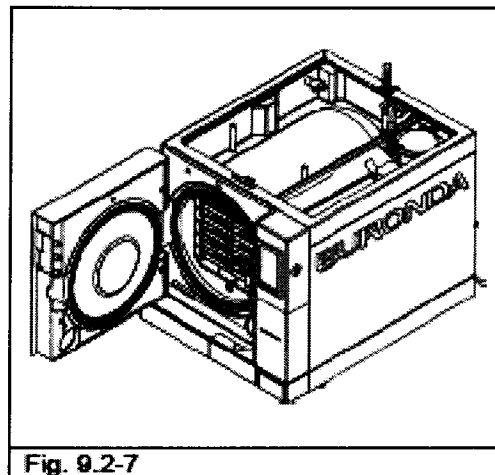

Fig. 9.2-7
6. Desconectar los filtros en el depósito del agua limpia y del agua sucia (Fig. 9.2-7), limpiarlos de los eventuales depósitos enjuagándolos con agua corriente y volver a instalarlos en el depósito, teniendo cuidado de situarlos correctamente.